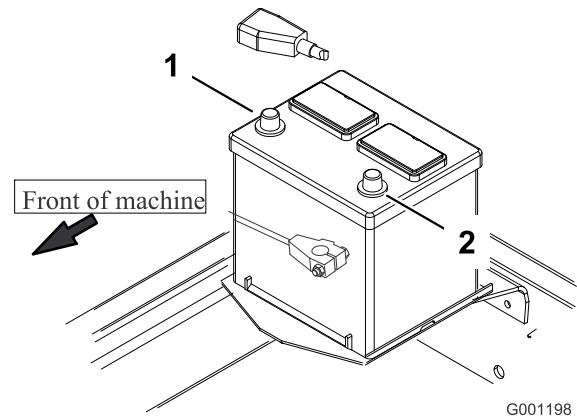

Figura 11
- Primero, conecte el cable positivo (rojo) al borne positivo (+), y luego conecte el cable negativo (negro) al borne negativo (-) de la batería (Figura 11). Deslice la cubierta de goma sobre el terminal positivo para evitar posibles cortocircuitos eléctricos.